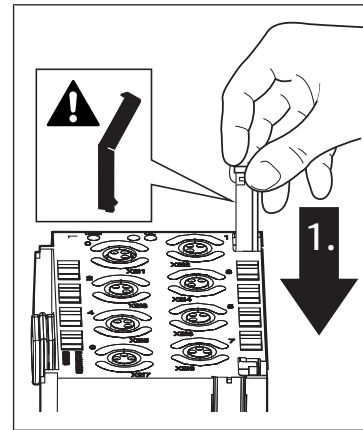
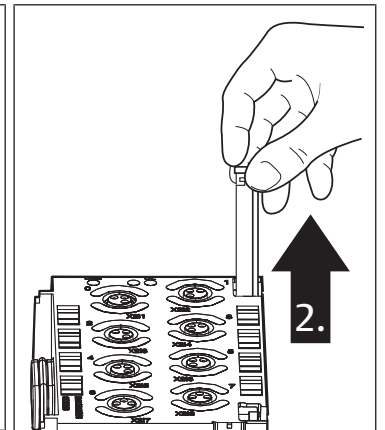

Abb. 8: Federklemmelement einsetzen
Abb. 9: Federklemmelement bis zum Anschlag hochziehen
2. Setzen Sie die zuvor entfernten Module auf die Montagefläche und schieben Sie diese nach rechts auf die Einheit auf (siehe Abb. 8: Federklemmelement einsetzen und Abb. 9: Federklemmelement bis zum Anschlag hochziehen). Stellen Sie dabei sicher, dass die Dichtungen richtig eingelegt sind.
- Setzen Sie die mitgelieferten Federklemmelemente auf das E/A-Modul und drücken Sie diese in die Nut, bis sie einrasten (siehe Abb. 8: Federklemmelement einsetzen). Die Federklemmelemente sind jetzt verliergesichert.
**INFO:** Ziehen Sie die Federklemmelemente immer bis zum Anschlag hoch, bevor Sie die Module zusammensetzen (siehe Abb. 9: Federklemmelement bis zum Anschlag hochziehen).
- Setzen Sie die mitgelieferten Federklemmelemente auf das E/A-Modul und drücken Sie diese in die Nut, bis sie einrasten (siehe Abb. 8: Federklemmelement einsetzen).